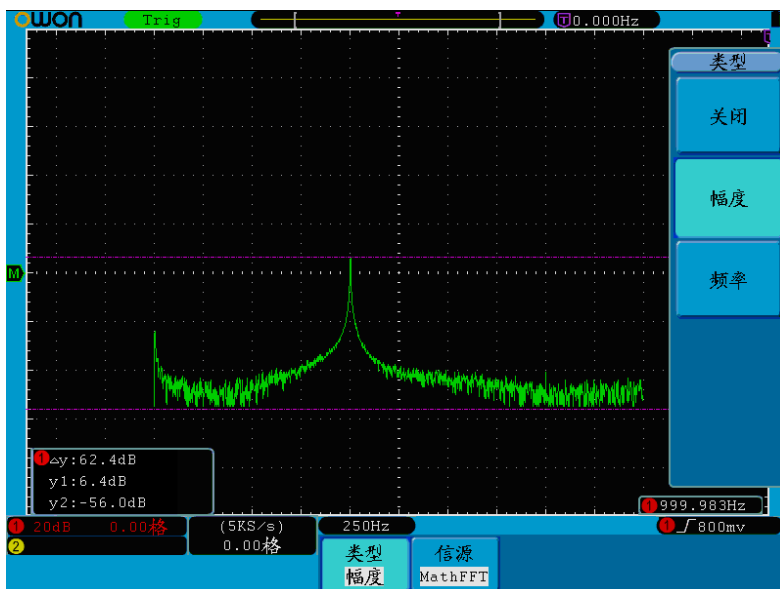

图 5-59: FFT 模式下幅度光标测量波形
3. 根据被测波形，分别转动两个通道的 **垂直位置** 旋钮调整光标1、光标2的位置，位于波形左下方的光标增量窗口显示光标1和光标2幅度差值的绝对值及两光标当前的位置。见图 5-59：